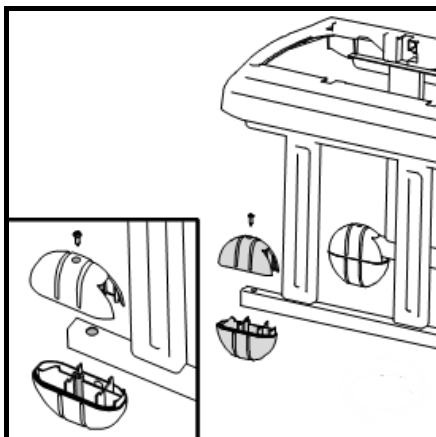

Rys. 3
2. Wyjmij ramę podstawy oraz pojemnik z opakowania. (Rys. 3)